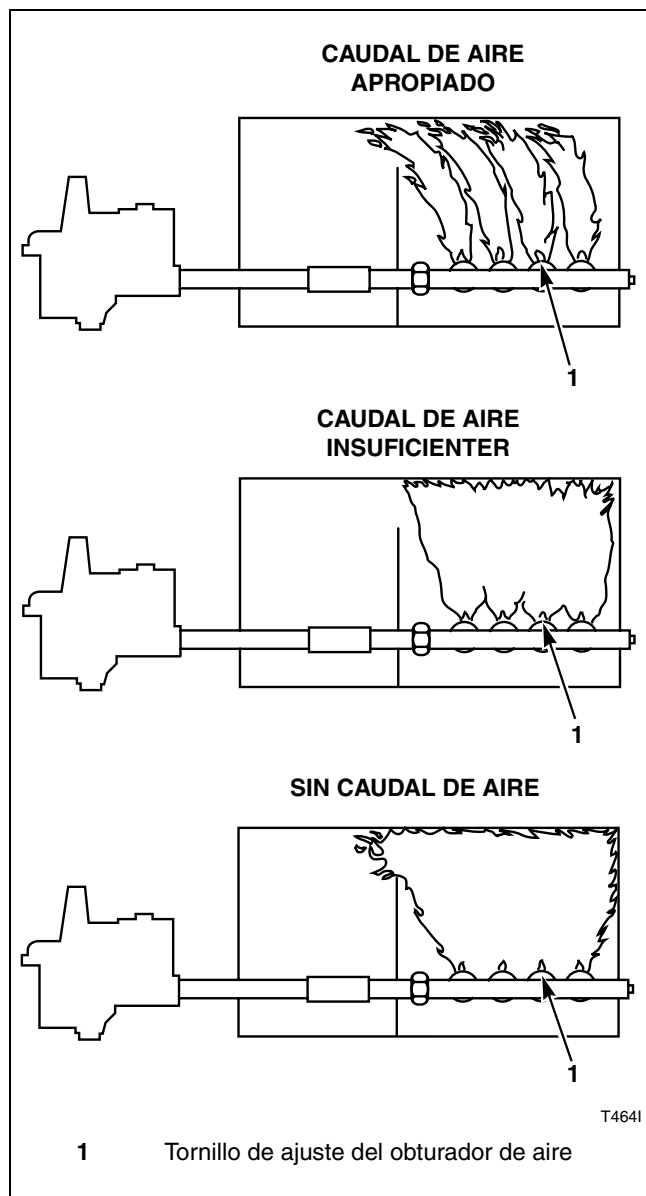

Figura 20
2. Ponga en marcha la secadora y compruebe la forma de la llama. Una mezcla de aire y gas correcta viene indicada si la forma de la llama es principalmente azul, con pequeñas puntas amarillas y curvaturas a la izquierda de la sección del calentador (consulte la *Figura 20*). Una cantidad de aire insuficiente viene indicada si la llama es amarilla, lenta y humea. Las llamaradas hacia la derecha y hacia la izquierda (consulte la *Figura 20*) indican que no pasa aire por la secadora.
3. Para ajustar el obturador de aire, afloje el tornillo de ajuste del obturador de la entrada de aire (consulte la *Figura 20*).
6. Si la forma de la llama es recta (consulte la *Figura 20*), quiere decir que pasa una cantidad insuficiente de aire primario por la secadora y el interruptor de flujo de aire está mal fijado.